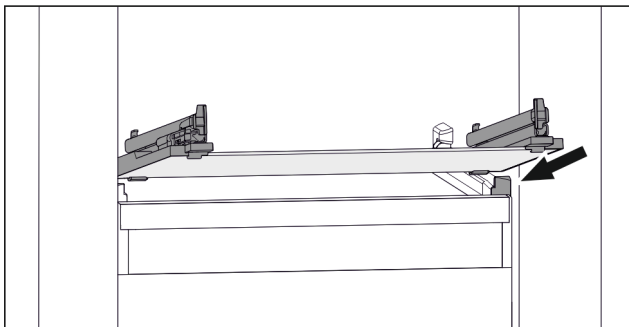

Fig. 66 Beispielhafte Darstellung der Glasplatte
- ▶ Glasplatte schräg hinter den Stopperrahmen aufsetzen. (siehe Fig. 66)